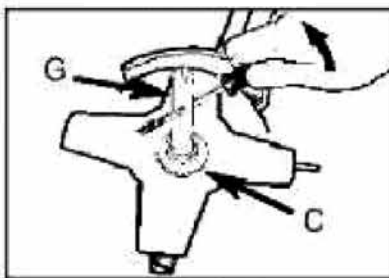

Рис. 5D
3. Установите фланец (F) ровной поверхностью к металлическому ножу (**Рис. 5С**). Затяните надежно гайку (С) против часовой стрелки ключом (G). Снимите шпильку (**Рис. 5D**). Установите шплинт (K) (**Рис. 5Е**). Концы шплинта согните, чтобы он не выпал.